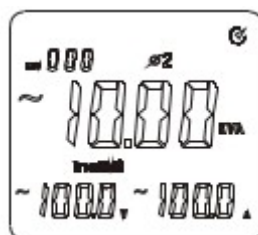

Figura 9-3
- Como muestra la figura 9-3, presione la tecla “SELECT” para elegir la fase 2 para un sistema trifásico de cuatro cables. Se indicará la potencia reactiva, la tensión y corriente de la fase 2, $\phi 2$.